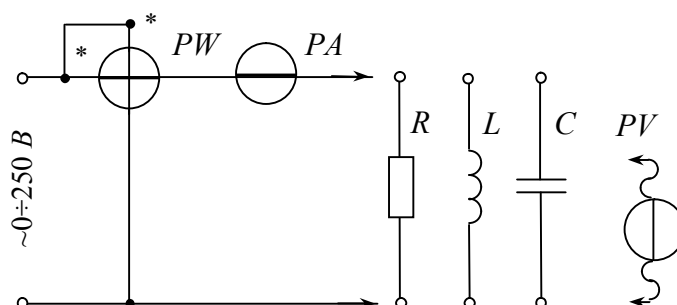

Рис. 13.16.
1. Скласти електричне коло (рис. 13.16), під'єднати його до клем штатива $<\sim>$ $<0 \div 250\text{ В}>$. Перемикач ЛАТР встановити в положення $0 \div 250\text{ В}$ $<\sim>$.